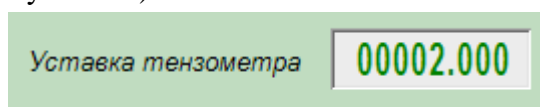

Рисунок 6.4 – Установка порога начала измерений
4. Установить порог начала измерений – значение силы в кгс, при превышении которого начнется измерение (Рисунок 6.4):